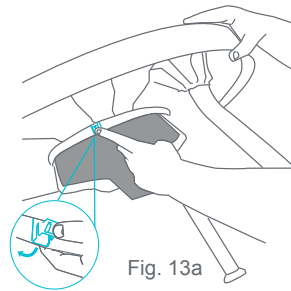

Fig. 13a
- 13 • Para quitar el asiento, levante la mesa para exponer una de las tres pestañas que se encuentran debajo. Separe una de las pestañas empujándola hacia afuera de la mesa (Fig. 13a).